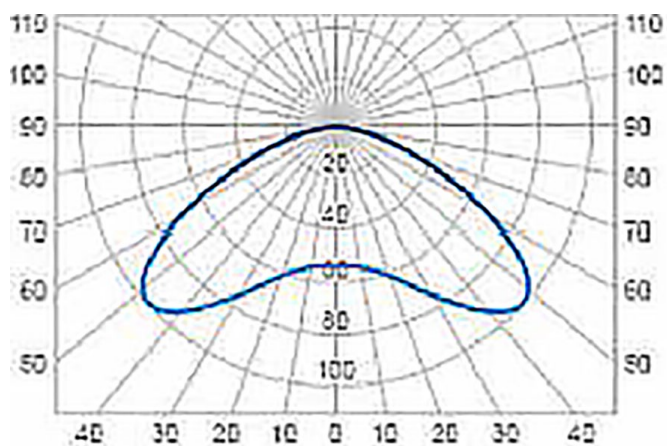

Рис. 1.
1.2 Кривая распределения силы света светильника приведена на рис. 1: